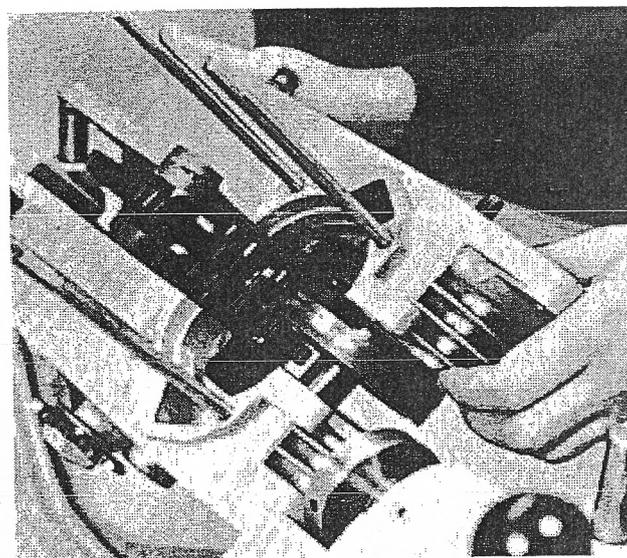

FIG.15
5. Con la parte izquierda del motor todavía boca arriba, golpea suavemente el eje del cigüeñal con un martillo de goma hasta que se empiecen a separar los cárteres. Entonces, agarra el cárter izquierdo con las manos y despacio, pero con firmeza, levántalo (Fig15). El cigüeñal permanecerá en el cárter izquierdo. Los ejes de la caja de cambios pueden que se queden en el lado izquierdo. Si así fuera, empújalos suavemente hacia abajo mientras levantas el cárter. No dejes que se salga ninguno de los ejes, excepto el del cigüeñal claro, más de unos milímetros (7mm para ser exactos). Si esto ocurriera las arandelas de ajuste podrían salirse de sus ejes y luego dificultar su localización en el montaje de la caja de cambios